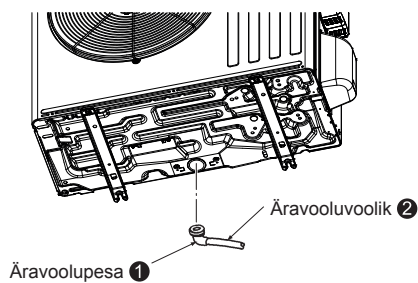

Fig. 4-1
4. Äravoolutorud välisseadmele (Fig. 4-1)